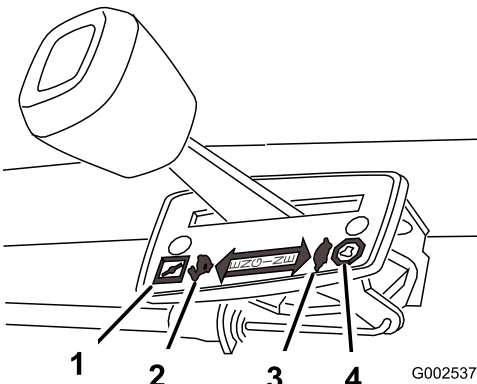

Figura 8
Le impostazioni dell'acceleratore sono riportate nella Figura 8.
3. Portate la leva dell'acceleratore in posizione Starter (Figura 8).
4. Portate il selettore della velocità di trazione in posizione di Folle (N).